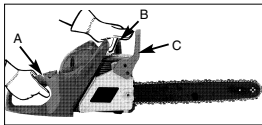

Abb. 10
- **TESTEN SIE DIE KETTENBREMSE WIE FOLGT (Abb. 10):**
3. Ergreifen Sie den hinteren Griff (A) mit der rechten Hand.
4. Mit der linken Hand halten Sie den vorderen Griff (B) fest [nicht den Kettenbremshebel (C)].
5. Drücken Sie den Gashebel auf 1/3 Geschwindigkeit und aktivieren Sie dann sofort mit dem Daumen der linken Hand den Kettenbremshebel (C).